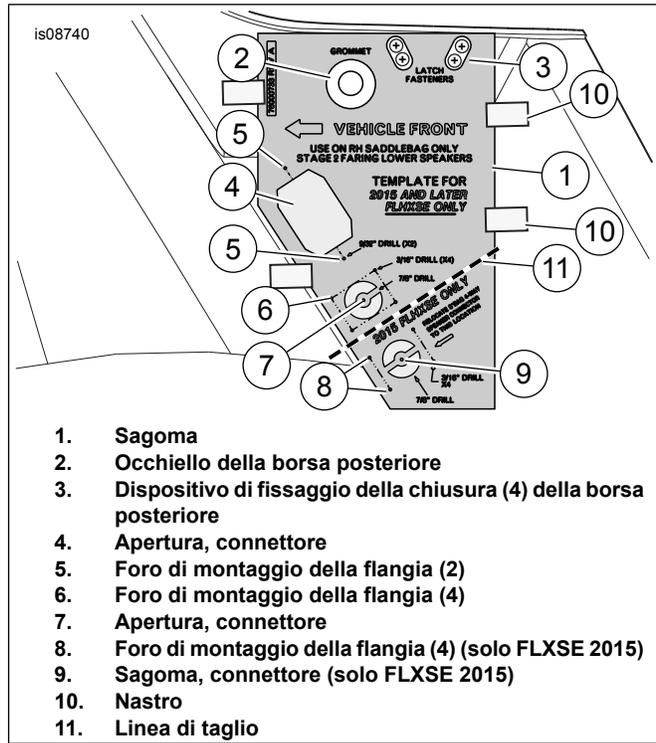
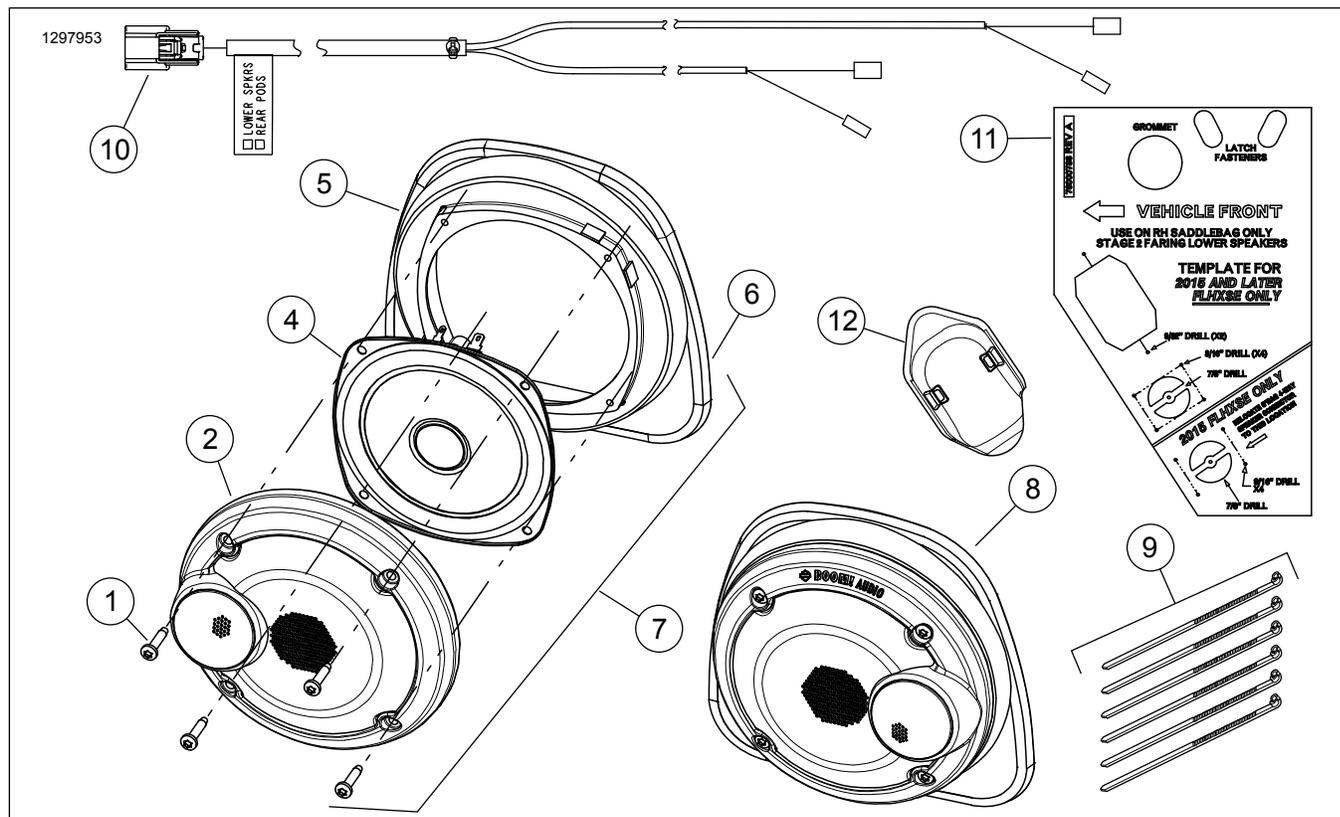

Figura 3. Sagoma per la borsa destra e fori per i cablaggi
Figura 4. Parti di ricambio, altoparlanti per carenatura inferiore
Vedere Figura 4 e Tabella 1.
1. Vedere Figura 4 **Stage I:** disporre i terminali piccoli del cablaggio (10) verso la carenatura inferiore. **Stage II:** il cablaggio (10) non viene impiegato. Eliminare il cablaggio. Disporre il cablaggio laterale secondo le istruzioni contenute nel kit di installazione dell'amplificatore. **NON** praticare alcun foro nella carenatura inferiore.
Collegare il [313] al cablaggio (10). Vedere Figura 4 Procedere alla sezione COMPLETAMENTO.
1. Vedere Figura 3 Usare la dima (1) per praticare le aperture nella borsa destinate al connettore flangiato [289-1] a 18 vie dell'amplificatore della **carenatura inferiore** .
- b. Collocare la sagoma sulla borsa. Allineare l'occhiello (2) e le aperture dei dispositivi di fissaggio (3). Usare il nastro (10) per fissare la sagoma in posizione.
- d. Tracciare sulla borsa il contorno della apertura (4). Tracciare sulla borsa il contorno della apertura (7). Tracciare il contorno di taglio (9) sulla borsa.
- e. Eseguire due fori da 9/32 in (5) per i punti di montaggio della flangia del connettore. Eseguire cinque fori da 3/16 in (6) per i punti di montaggio della flangia del connettore. Praticare cinque fori (8) da 4,76 mm (3/16 in) per i punti di montaggio della flangia del connettore.
- f. Togliere la sagoma. Utilizzare una sega ad aria compressa o uno strumento simile per tagliare l'apertura per il connettore (4). Verificare la dimensione dell'apertura (4) con il connettore flangiato a 18 vie [289-1A] sul cablaggio della borsa della sella (vedere Figura 4 , Elemento 7). Se necessario per una corretta installazione, dare forma al foro come indicato sulla sagoma.
- a. Tagliare la parte inferiore della dima lungo la linea di taglio (11). Eliminare la parte inferiore della dima.
- c. Collocare la sagoma sulla borsa. Allineare l'occhiello (2) e le aperture dei dispositivi di fissaggio (3). Usare il nastro (10) per fissare la sagoma in posizione.
- e. Tracciare sulla borsa il contorno della apertura (4). Tracciare sulla borsa il contorno della apertura (7).
- f. Eseguire due fori da 9/32 in (5) per i punti di montaggio della flangia del connettore. Eseguire cinque fori da 3/16 in (6) per i punti di montaggio della flangia del connettore.
- g. Togliere la sagoma. Utilizzare una sega ad aria compressa o uno strumento simile per tagliare l'apertura per il connettore (4). Verificare la dimensione dell'apertura (4) con il connettore flangiato a 18 vie [289-1A] sul cablaggio della borsa della sella (vedere Figura 4 , Elemento 7). Se necessario per una corretta installazione, dare forma al foro come indicato sulla sagoma.
- h. Dopo aver installato il connettore a 18 vie [289-1]: installarci sopra il coperchio del connettore (12) incastrandolo in posizione. Fissare i fasci dei fili all'interno della borsa usando le fascette fermacavi e le basi adesive incluse nel kit di installazione dell'amplificatore. Portare a termine l'installazione dell'amplificatore Stage II seguendo le istruzioni accluse nel relativo kit.
Vedere Figura 3 , articoli 6 e 7.